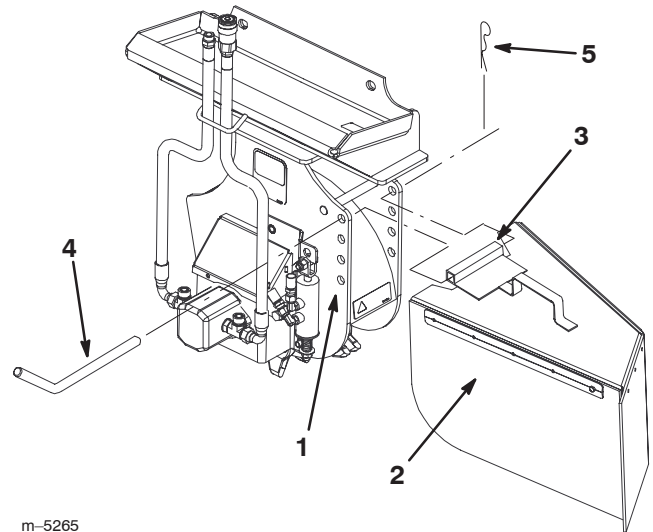

Figure 6
La broyeuse de souche possède 4 jeux de trous destinés au montage du protecteur anti-copeaux (Fig. 6). Placez le protecteur dans les trous supérieurs si vous souhaitez travailler près de la surface du sol. Choisissez les trous inférieurs pour broyer des souches hautes. Montez le protecteur anti-copeaux comme suit :
1. Placez le tube de montage sur le protecteur, entre les deux trous de la broyeuse (Fig. 6).
2. Enfoncez la goupille du protecteur dans les trous de la broyeuse et du tube de montage (Fig. 6).
3. Fixez la goupille en position avec une goupille fendue (Fig. 6).